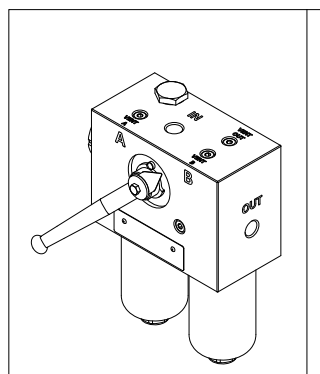

fig. 1
- (Fig. 1) Stabilire quale lato del filtro è in funzione (LATO ESAUSTO) riferendosi alle indicazioni riportate sul fronte della testata. La leva di commutazione è orientata sul lato del filtro che non è in funzione (LATO NUOVO). La presenza di aria nell'impianto può causare vibrazioni, contropressione o danni ai componenti interni